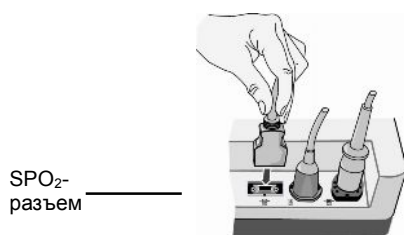

Рисунок 1
4. Присоедините кабель пациента к SpO₂ – разъему, который находится на задней панели прибора **M Series**. (см. Рис. 1).